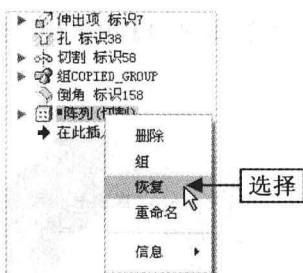

图 7-8 选择“恢复”命令
Step 04 在模型树中选择“阵列(切割)”选项,单击鼠标右键,在弹出的快捷菜单中选择“恢复”命令,如图 7-8 所示。